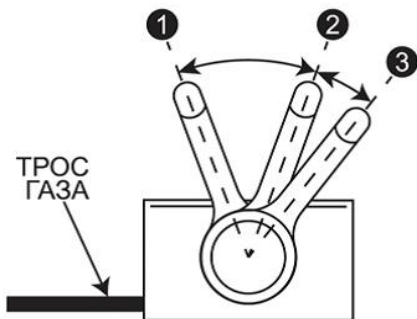
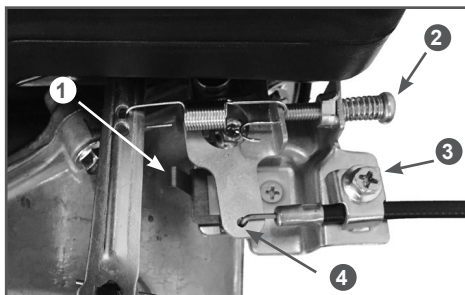

Рис. 9. Рабочие положения рычага газа
Рис. 10. Панель управления
8. Проверьте работу рычага газа и троса газа. При правильной регулировке троса газа рычаг газа имеет 3 рабочих положения (Рис. 9).
При установке рычага газа в положение «3» (Рис. 9), рычаг 4 управления оборотами двигателя должен нажимать на контактную пластину 1 (Рис. 10).
При установке рычага газа в положение «1» (Рис. 9), рычаг 4 управления на панели управления двигателя должен упираться в винт 2 ограничения максимальных оборотов двигателя (Рис. 10).
При необходимости отрегулируйте трос газа. Открутите болт скобы 3 крепления троса газа на 2-3 оборота и измените положение точки крепления оболочке троса газа относительно скобы крепления (Рис. 10). Снова затяните болт скобы крепления троса газа.